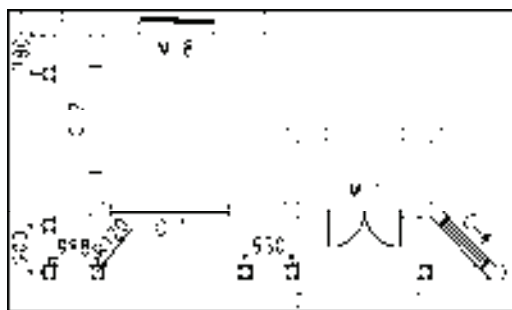

图 13-57 绘制结果
- 10) 调用“圆形”命令，绘制半径为 120mm 的圆形；调用“直线”命令，绘制直线，结果如图 13-57 所示。